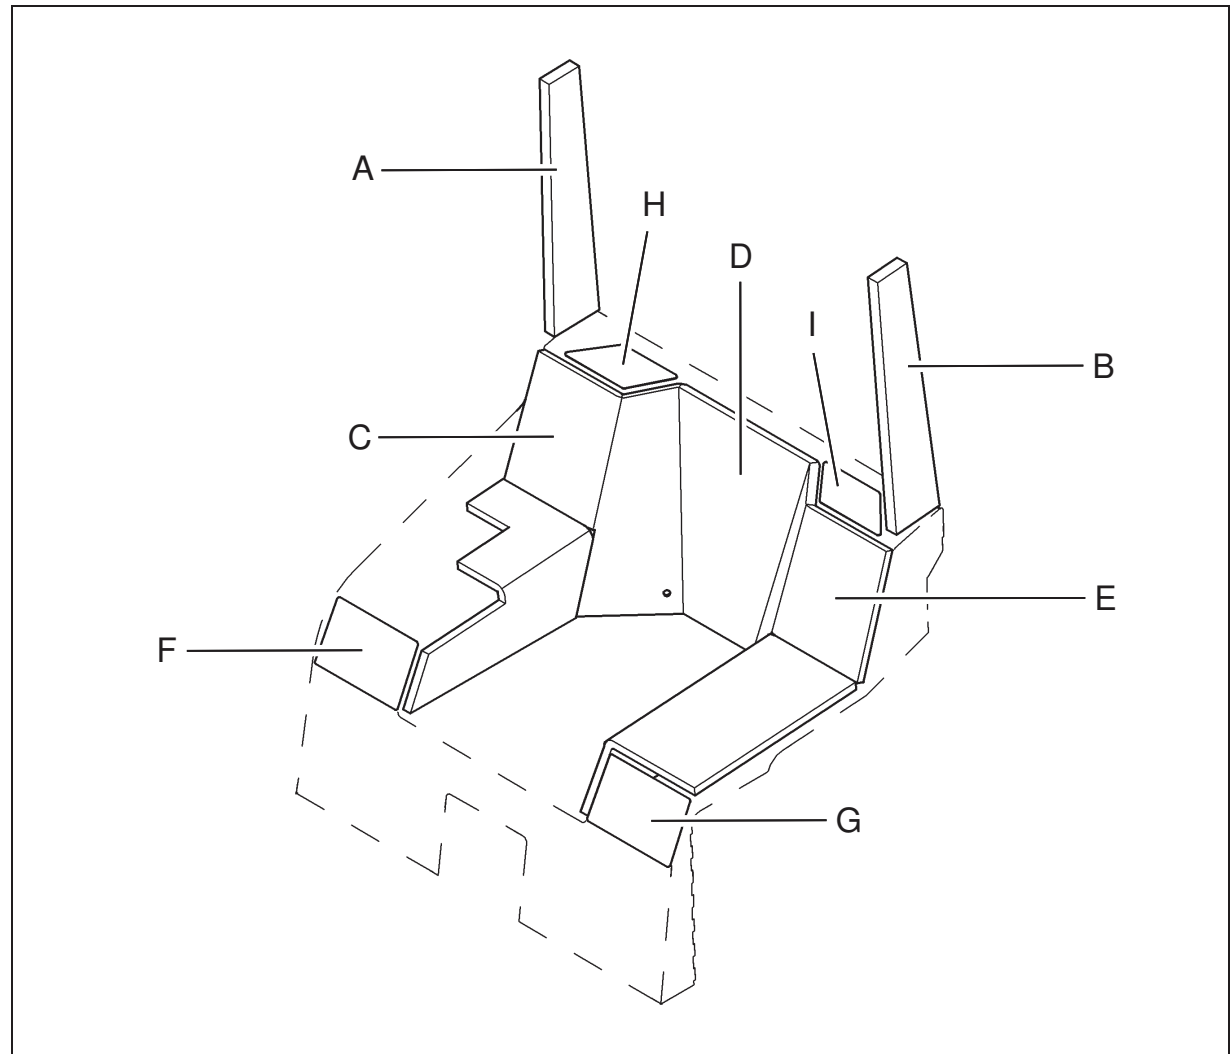

Abb.11
3. Dämmmatten (Abb. 11/1) an die nachstehend aufgeführten Flächen anbringen:
- Pfosten rechts (A)
- Pfosten links (B)
- Haube rechts (C)
- Haube hinten (D)
- Haube links (E)
- Haube vorne rechts (F)
- Haube vorne links (G)
- Haube oben rechts (H)
- Haube oben links (I)